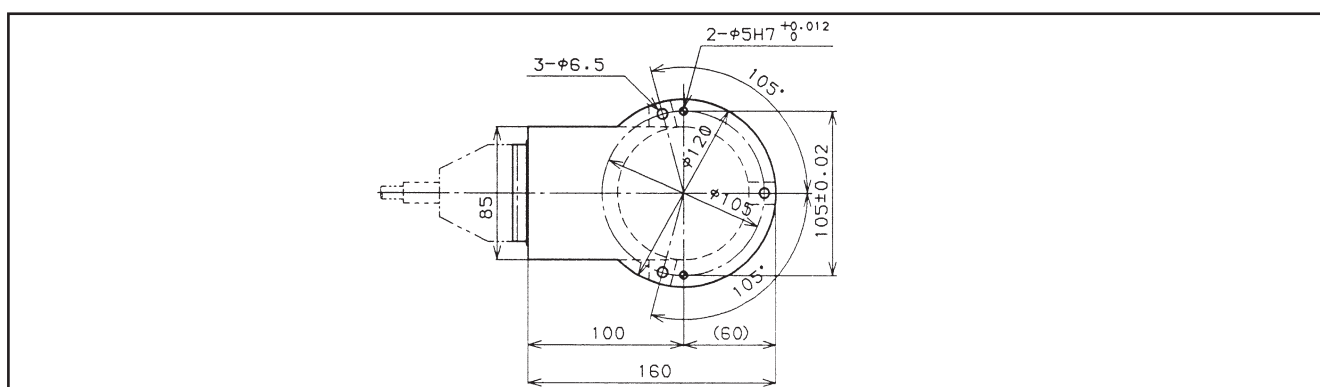

図4-33 CS型ロボットの固定ボルト、ピンの位置（ベースの裏面寸法）
- ①設置台のロボット固定位置に図4-33の寸法に従って、ボルト穴（M6：並目）3か所、ノックピン穴2か所を開けてください。
- ②ロボットをロボット運搬方法に従って、設定位置に置いてください。
- ③並行ノックピンφ5、2本を打ち込んでください。